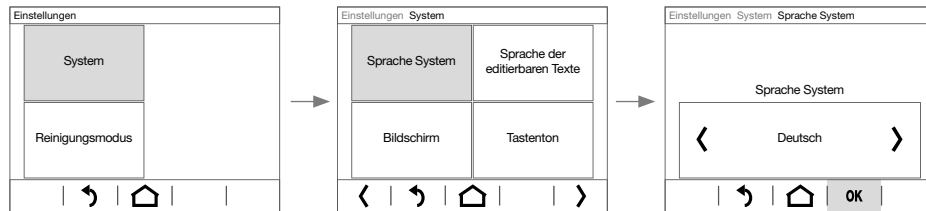

Bild 5: Beispiel Einstellung der Systemsprache
- Bedienfläche ***** in der oberen Displayzeile (8) betätigen. Die Anzeige wechselt ins Menü **Einstellungen**.
- Bedienfläche für den gewünschten Parameter betätigen. Die Anzeige wechselt zu einer weiteren Seite, auf der nochmals auszuwählen ist, oder direkt zur Einstellung des Parameters (Bild 5).
- Mit **-/+** den Parameterwert verringern/erhöhen, mit **>/<** nach einem vorgegebenen Wert blättern (Bild 5) oder mit **EIN** / **AUS** den Parameter aktivieren/deaktivieren (Tabelle 1).